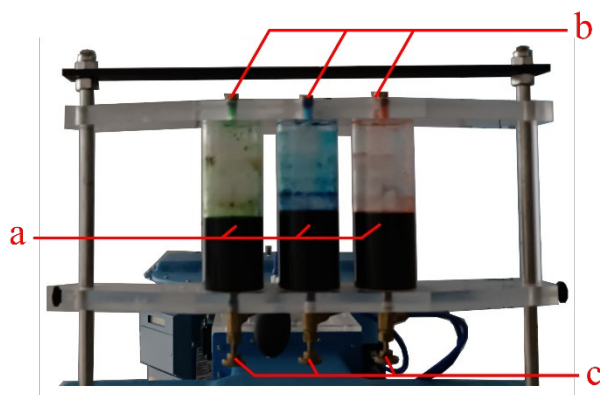

Figura 5. Reservorios del sistema de inyección de tinta
Una vez preparada la tinta abra el reservorio de tinta (**a**) por medio de los tornillos ubicados en la parte superior (**b**) como se muestra en la Figura 5, con la ayuda de un embudo vierta la tinta en el interior y vuelva a cerrarlo.
Una vez establecido el caudal es posible tomar las imágenes de la visualización de flujo para ello es necesario abrir la válvula del sistema de inyección de tinta para poder ver cómo se comporta el flujo alrededor del objeto. Esta se encuentra ubicada debajo del reservorio de tinta como se muestra en la Figura 5 (c), el caudal de tinta debe ser el necesario para observar el trazo de una línea de flujo. Como se muestra en la Figura 10. El uso del sistema de visualización de imágenes de partículas PIV se deja para su manual de usuario. La técnica correcta para la toma de una imagen del flujo comienza por comprender los conceptos básicos mínimos para tomar una fotografía que es: (1) la Distancia mínima de enfoque; la lente de una cámara fotográfica tiene una característica que permite enfocar un objeto a una distancia mínima o sea es la distancia a la cual comenzara a enfocar el lente mientras más